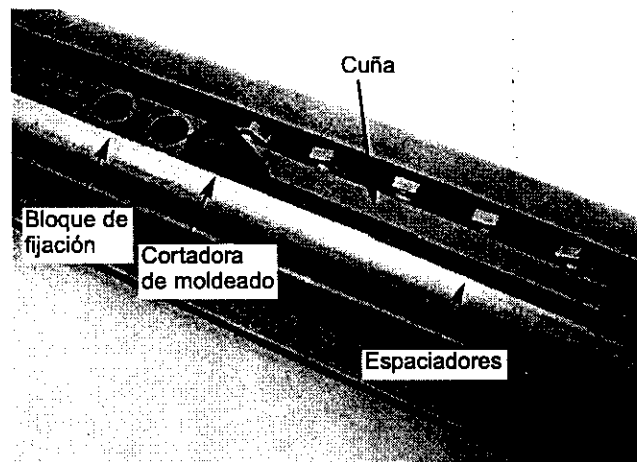

Figura 23 – Cortadora de Moldeado Instalada
- Deslice la fresa de moldurar contra el borde del bloque para triscar, ponga la cuña en la ranura, ponga el espaciador en el extremo contrario de la cuña y fije en su lugar mediante los tornillos de cuña. Apriete uniformemente los tornillos de cuña para producir la misma presión sobre la fresa y el espaciador (véase Figura 23).